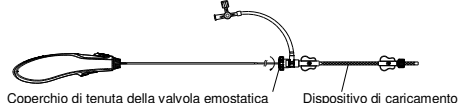

Figura 6. Illustrazione dell'avvitamento in senso orario del coperchio di tenuta della valvola emostatica
- Serrare il coperchio di tenuta della valvola emostatica fino a un livello accettabile (vedere la figura 6). Quindi spingere e tirare ripetutamente per verificare che la tensione sia corretta.